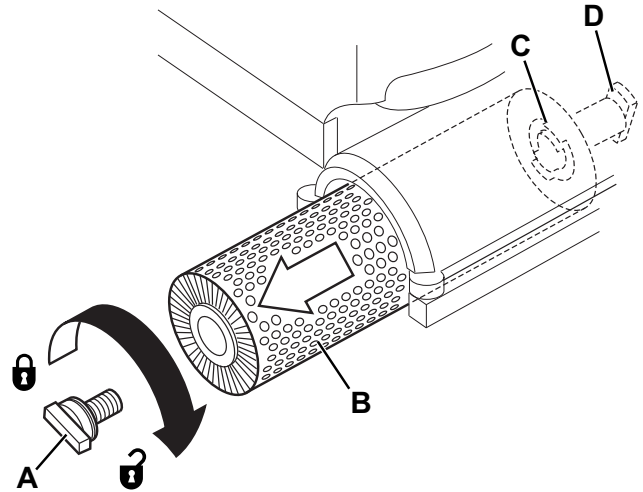

Abbildung 7
1. Die Schraube (A, Abb. 7) von Hand im Uhrzeigersinn ausschrauben.
2. Die Bürste (B) aus dem Bürstenkopf herausnehmen.
5. Die Bürste mit den Führungen der Nabe (C, Abb. 7) auf die Antriebswelle (D) wie in der Abbildung gezeigt schieben.
6. Die Schraube (A) einschrauben und von Hand im Gegensinn festziehen, um die Bürste (B) an der Antriebswelle zu befestigen.